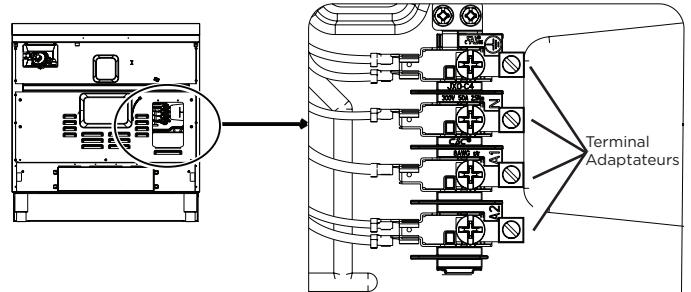

Figure 8: Adaptateurs de terminal
3. Reliez les adaptateurs de terminal (4X) fournis dans le kit au bornier en retirant la vis prévue, en glissant l'adaptateur sur la vis et en revissant cette dernière. Fixez les 4 adaptateurs. Reportez-vous à la figure 8.